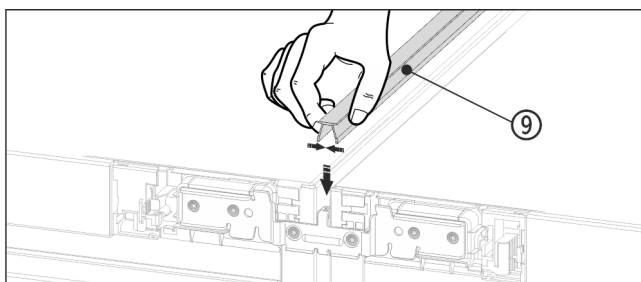

Fig. 19
- Na horní straně zatlačte krátkou krycí lištu Fig. 19 (9) do horizontální spáry.